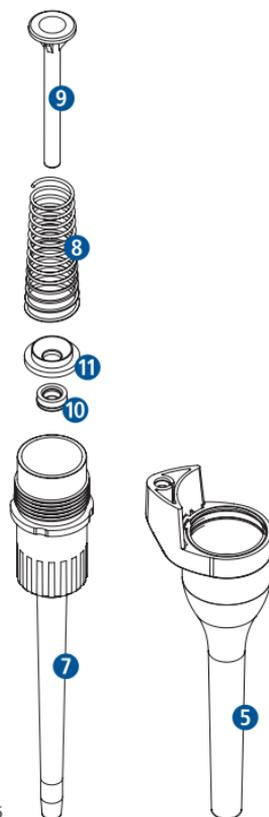

Fig. 5
- Retirez le ressort **8** et le piston **9** (Fig. 5).
- Retirez la bague d'appui **11** (uniquement pour les modèles 100  $\mu$ l, 200  $\mu$ l et 1000  $\mu$ l) (Fig. 5).